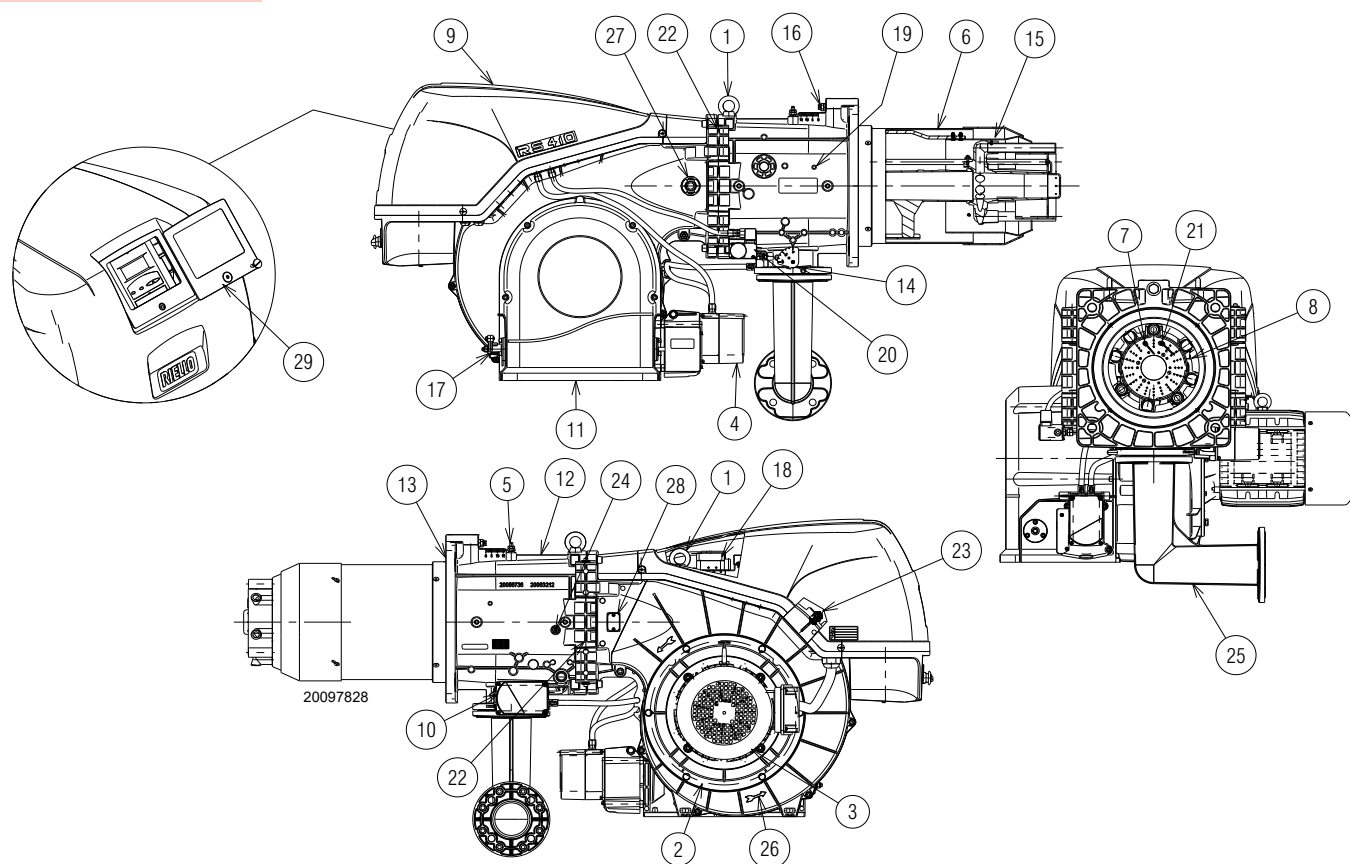

Fig. 4
- (1) Conditions de référence : Température ambiante 20° C - Température du gaz 15° C - Pression barométrique 1 013 mbar - Altitude 0 m s.n.m.
(2) Pression à la prise du pressostat 5)(Fig. 4 à la page 13) avec pression zéro dans la chambre de combustion et à la puissance maximale du brûleur.
(3) Pression sonore mesurée dans le laboratoire de combustion du constructeur, avec le brûleur fonctionnant sur la chaudière d'essai, à la puissance maximale. La Puissance sonore est mesurée selon la méthode « Free Field », prévue par la Norme EN 15036 et conformément à la classe de précision « Accuracy : Category 3 », comme décrit par la Norme EN ISO 3746.